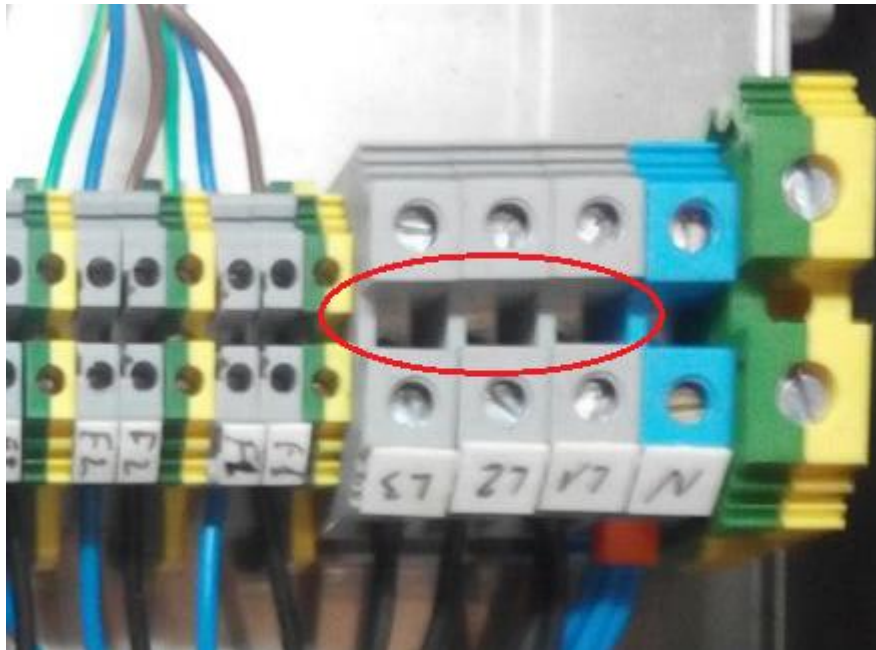

Figura 3.2: Conexión en línea trifásica
- Conecte el interruptor de flujo en la posición indicada en la figura 3.2